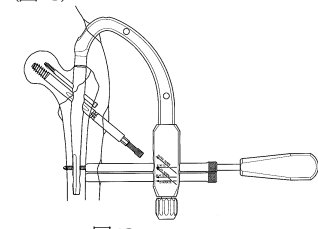

図23
- 21) 選択した長さのディスタルススクリューを、ディスタルススクリュー用ドライバーを用いて挿入します。(図23)